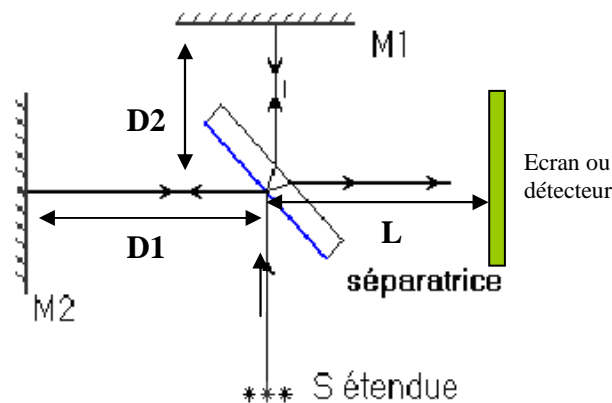

figure 1: interféromètre de Michelson
2. Montrez qu'à la sortie de l'interféromètre de Michelson (fig.1) on a :
3. Donnez l'expression du retard temporel τ en fonction de D_1 et D_2 (fig.1).